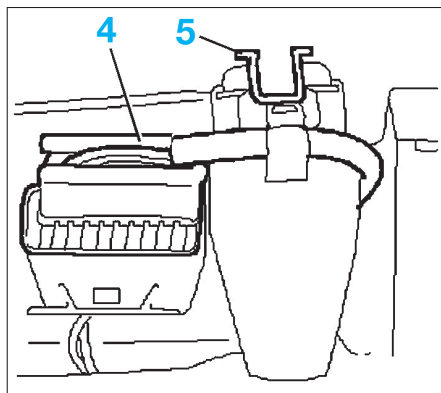

FIG. 74
- Débrancher le faisceau (4) (fig. 74).
- Comprimer l'agrafe (5) et déposer le rétroviseur intérieur vers le bas.